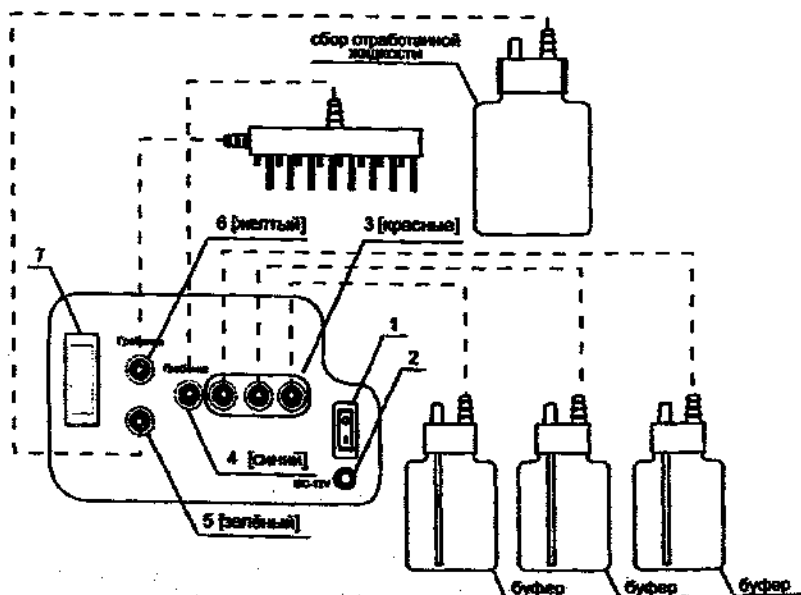

Рис. 1
- ✓ Присоединить шлангом вход компрессора (рис. 1/5) и большую 2-х литровую бутылку для сбора отработанной жидкости. В свою очередь выход [Гребенка - желтый] (рис. 1/6) соединить шлангом с головкой шлуцера, по которому откачивается жидкость (длинные иглы).
- ✓ К шлуцеру [1 - буфер] (рис. 1/3) подсоединить бутылку с буфером.
- ✓ К шлуцеру [Гребенка - синий] (рис. 1/4) подсоединить шлуцер на головке, обеспечивающий налив жидкости (короткие иглы).
- ✓ К шлуцеру [2 - буфер] (рис. 1/3) подсоединить бутылку с буфером 2.
- ✓ К шлуцеру [3 - буфер] (рис. 1/3) подсоединить бутылку с буфером 3.
- 4.1.2. Подключить внешний блок питания в разъем на задней стороне прибора (рис. 1/2) и затем к сетевой розетке. Включить прибор с помощью сетевого выключателя (рис. 1/1) (положение I, включено).
Всего имеется 15 параметров программы. Для установки и изменения данных параметров необходимо нажать кнопку "Парам.прогр" (Рис.1/5) на панели прибора. На дисплее появится надпись: